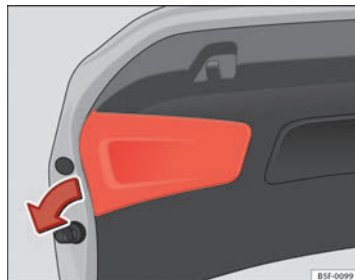

Fig. 195 Retirar la cubierta del portón del maletero
— Retire la tapa del portón en la dirección de la flecha ⇒ fig. 195. ►
- Vuelva a montar la tapa del revestimiento del portón ⇒ fig. 195. ■